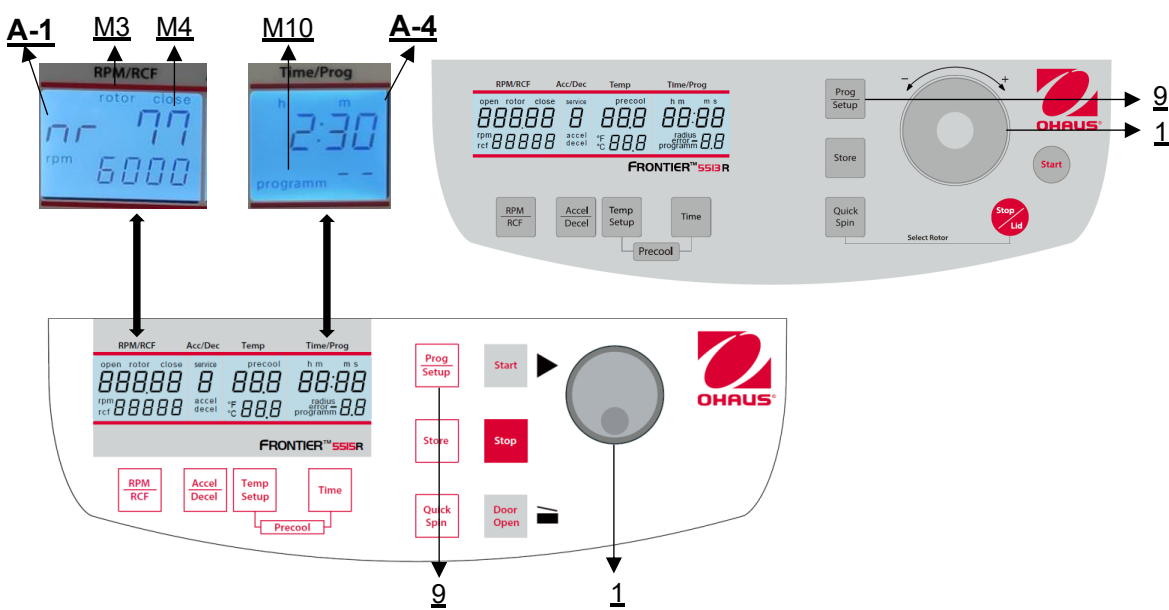

Figura 21
Per richiamare i programmi memorizzati, premere il tasto **"Prog/Setup"** (9) (vedere Figura 21) quando il coperchio è già chiuso. Sul display **"Time/Prog"** (A-4) appare **"program--"** (M10). Il numero di programma desiderato può essere preselezionato con la rotella (1).
Per uscire dalla modalità di programmazione è sufficiente premere il tasto **"Prog/Setup"** (9) (vedere Figura 21). A questo punto, all'interno del display
È possibile avviare la centrifuga con il tasto **"Start"** (8) o con il tasto **"Quick Spin"** (6) (vedere Figura 21). Con il tasto **"Start"** (8) si possono avviare le corse memorizzate o quelle con parametri preselezionati manualmente. Al termine del tempo di funzionamento preselezionato, la centrifuga si arresta automaticamente. Con il tasto **"Quick Spin"** (6) è possibile avviare corse della durata di pochi secondi.